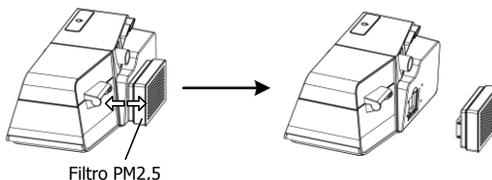

Fig. 18-6
- (3) Mude o filtro de ar e a tampa do filtro para o filtro PM2,5, conforme mostrado na Fig. 18-6.